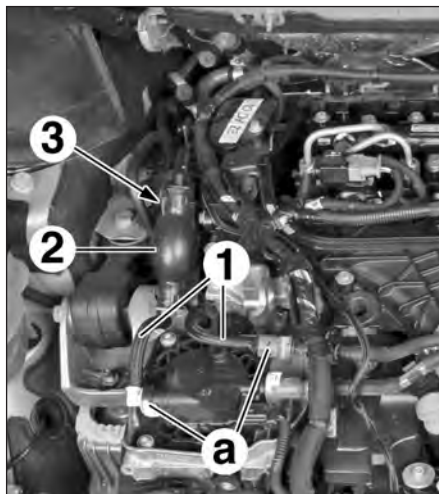

FIG.103
- Débrancher les canalisations basse pression de carburant (1) en (a) (Fig.103).
- la pompe d'amorçage de carburant (2),
- le support de la pompe d'amorçage (3).